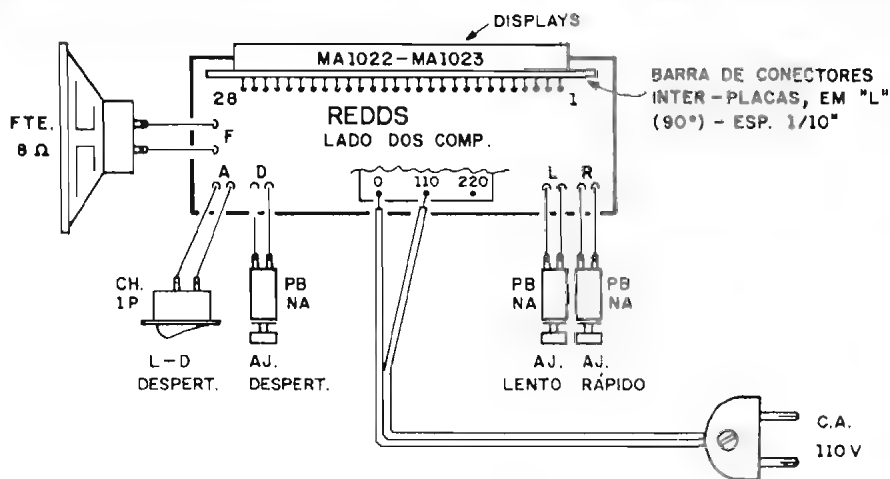

Fig. 5
- **FIG. 5 - CONEXÕES EXTERNAS À PLACA DE "APOIO"** - Ainda vista pelo lado não cobreado, agora temos a placa com as respectivas conexões externas, bem como a disposição de "casamento" eletro-mecânico com a própria placa do módulo híbrido... Quanto ao transformador, suas ligações ao "rabicho" (cabo de força com plugue C.A. na "outra" ponta...) devem ser escolhidas de acordo com a Tensão presente na rede local, ou seja: terminais "0-110" para rede de 110V ou terminais "0-220" para rede de 220V... Os três **push-buttons**, o interruptor mini, simples, e o próprio mini-alto-falante, não têm conexões polarizadas, e assim suas ligações são simples, não "preocupantes"... Final-
- **FIG. 6 - CONEXÕES AO "RABICHO" PARA REDE DE 220V** - Conforme já foi mencionado, o diagrama da fig. 5 detalha as ligações do
Por razões mais do que óbvias, um relógio deve funcionar ininterruptamente, assim o REDDS não tem um "interruptor geral": é ligar o plugue do "rabiço" a uma tomada da parede (verificar antes se a Tensão da rede local está "nos conformes" das conexões, indicadas previamente nas figs. 5 ou 6...) e pronto! Inicialmente, o **display** do REDDS mostrará um horário qualquer, "sem valor", com a característica significativa de "piscarem" todos os dígitos, simultaneamente... Sempre que o **display** se manifestar "piscando" (acendendo e apagando a intervalos regulares, à razão de 2 Hz...), isso deve ser interpretado como um aviso: "- Estou errado... Preciso ser acertado...". Se, durante o funcionamento normal do REDDS, "faltar força" na rede C.A. local, o **display** se apagará... Ao retornar a energia, o **display** volta "piscando", também para indicar que há erro na hora mostrada, "precisando de acerto"...